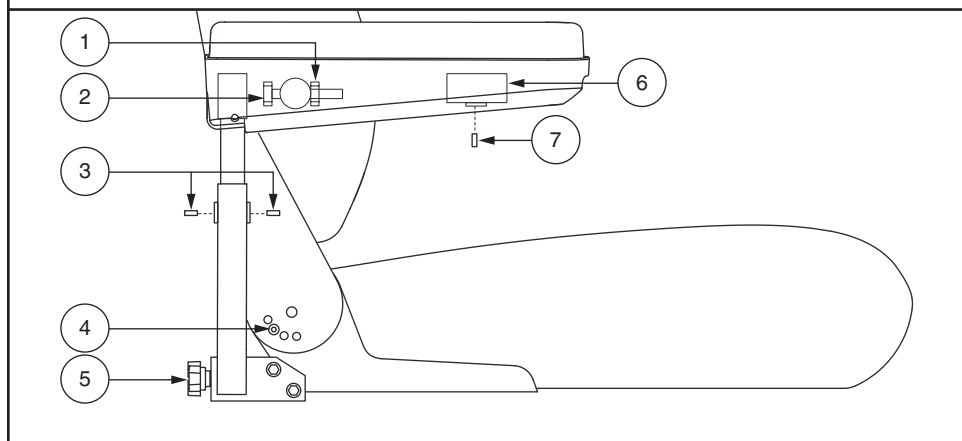

Figure 13. Réglages des appuis-bras et dossier
Voir la figure 13.
1. Repérez les deux boutons de réglage sur le support des appuis-bras. **Voir la figure 13.**
1. Relevez l'appui-bras perpendiculaire au plancher. **Voir la figure 13.**
1. Desserrez les vis de blocage sur les dos de chaque support d'appui-bras. **Voir la figure 13.**
2. Desserrez la vis de blocage sous l'appui-bras. **Voir la figure 13.**